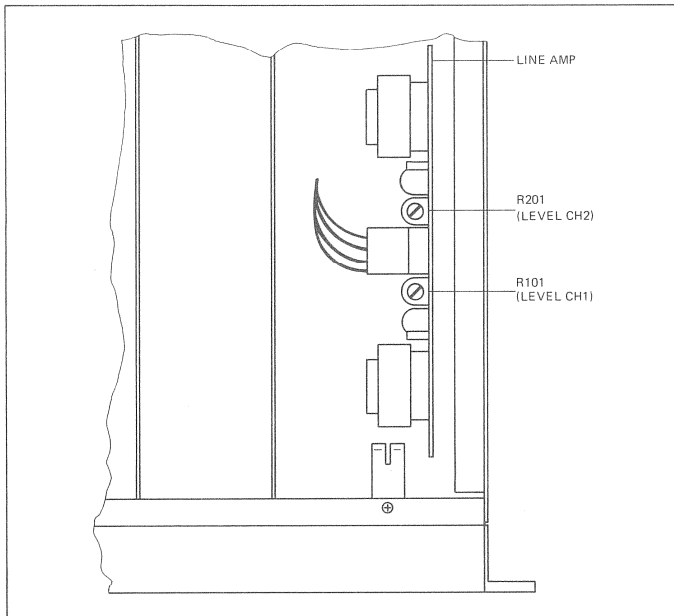

Fig. 4.23
- Le niveau de sortie des sorties symétriques doit s'élever à +15 dBm +/-0,2 dBm. Le niveau peut être ajusté à l'aide des potentiomètres trimmers R101/R201 (voir fig. 4.23) placés sur l'amplificateur de ligne 1.769.270 (version avec transformateurs) ou 1.769.275 (version sans transformateur).